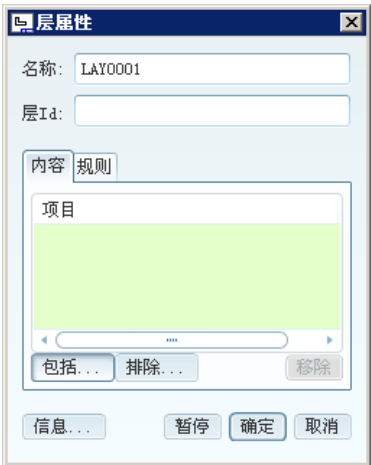

图 9.1.5 “层属性”对话框
- Step3. 系统弹出图 9.1.5 所示的“层属性”对话框，在“层属性”对话框中进行如下操作。